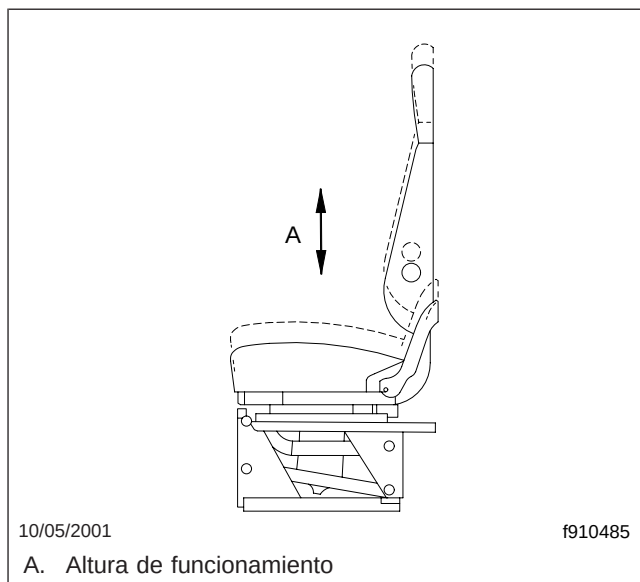

Figura 5.9, Ajuste de altura de marcha
8. Ajuste de altura de funcionamiento: el asiento entero sube o baja cuando se ajusta la altura de funcionamiento. Este ajuste es mecánico o controlado por aire, dependiendo del modelo y fabricante del asiento (**Figura 5.9**).